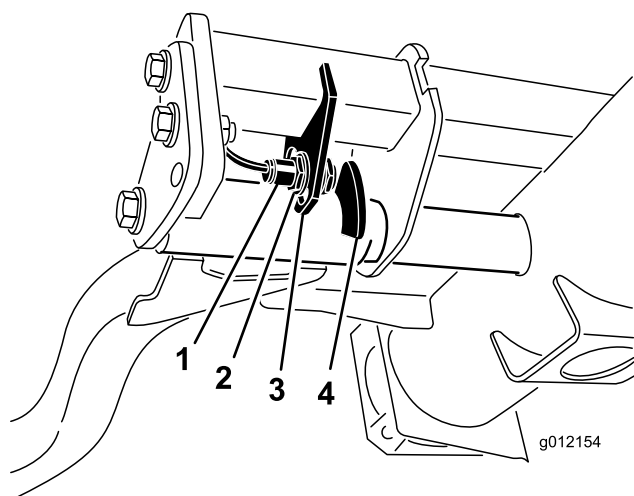

Figure 38
2. Le contacteur des bras de levage se trouve sous le réservoir hydraulique, derrière le bras de levage avant droit (Figure 38).
de levage ou montez-le pour réduire la hauteur du changement de direction (Figure 38).